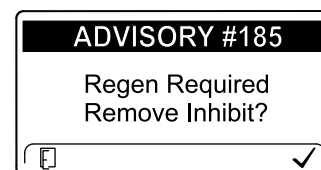

Figure 34
**Remarque:** Si vous programmez l'InfoCenter pour interdire la régénération, l'InfoCenter affiche ADVISORY #185 (avis n° 185) (Figure 34) toutes les 15 minutes tandis que le moteur demande une régénération commandée.